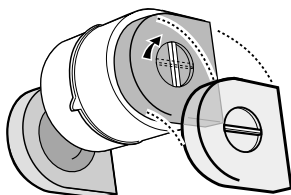

Fig. 3 - Abb. 3 - Afb. 3
- c) Si los filtros de carbón activo no vienen colocados, aplicarlos uno a cada lado, sobre las rejillas de protección del volante del motor; seguidamente mover el tirador central de los filtros de carbón activo en sentido horario (Fig. 3).